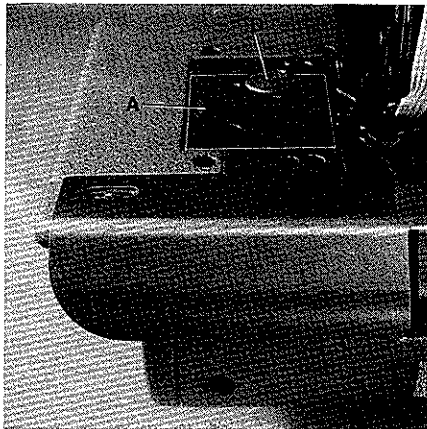
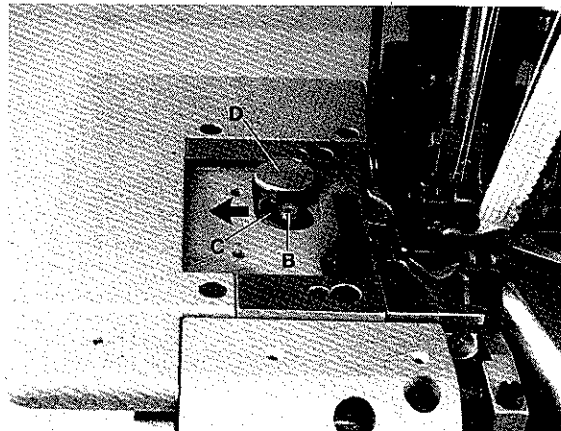
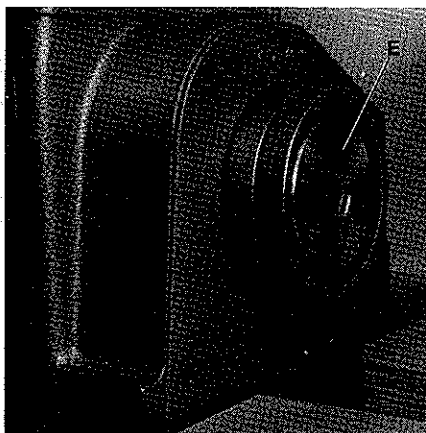

Fig. 33
Fig. 34
Fig. 35
Before the machine leaves the factory, the stitch length change mechanism is locked. After removing cover (A, Fig. 33) and loosening screw (B, Fig. 34) lever (C) can be swung in the direction of the arrow to the left to unlock the stitch length change mechanism. The required hexagon socket wrench is a component of the machine accessories.
The stitch length is changed by slightly pressing push button (D, Figs. 33 and 34) and simultaneously rotating pulley (E, Fig. 35). Within one revolution of the pulley push button (D, Fig. 33) engages and the stitch length change starts. Rotating pulley clockwise shortens the stitch, rotating it counterclockwise increases the stitch. After setting the desired stitch length, the mechanism can be locked again.
Vor dem Versand der Maschine wird die Stichtlängenverstellung blockiert. Entfernt man den Deckel (A, Fig. 33) und löst die Schraube (B, Fig. 34), kann der Hebel (C, Fig. 34) in Pfeilrichtung nach links geschwenkt werden und die Arretierung der Stichtlängenverstellung ist aufgehoben. Der benötigte Sechskantschraubendreher ist im Zubehör der Maschine enthalten.
Die Stichtlänge wird durch leichtes Drücken auf den Knopf (D, Fig. 33 und 34) und gleichzeitiges Drehen des Handrades (E, Fig. 35) eingestellt. Nach spätestens einer Umdrehung des Handrades rastet der Knopf (D, Fig. 33) ein und die Stichverstellung beginnt. Drehen des Handrades im Uhrzeigersinn verkleinert den Stich, drehen im Gegenuhzeigersinn vergrößert ihn.